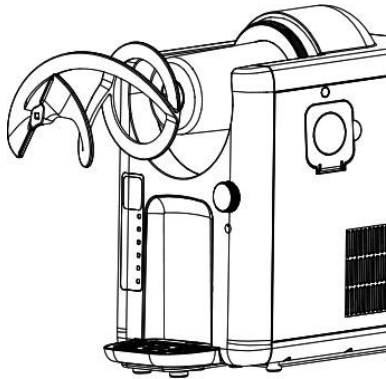

Abb. 8
9. Drehen Sie den Mischbehälter gegen den Uhrzeigersinn und ziehen Sie ihn vorsichtig vom Grundgehäuse ab (Abb. 8).